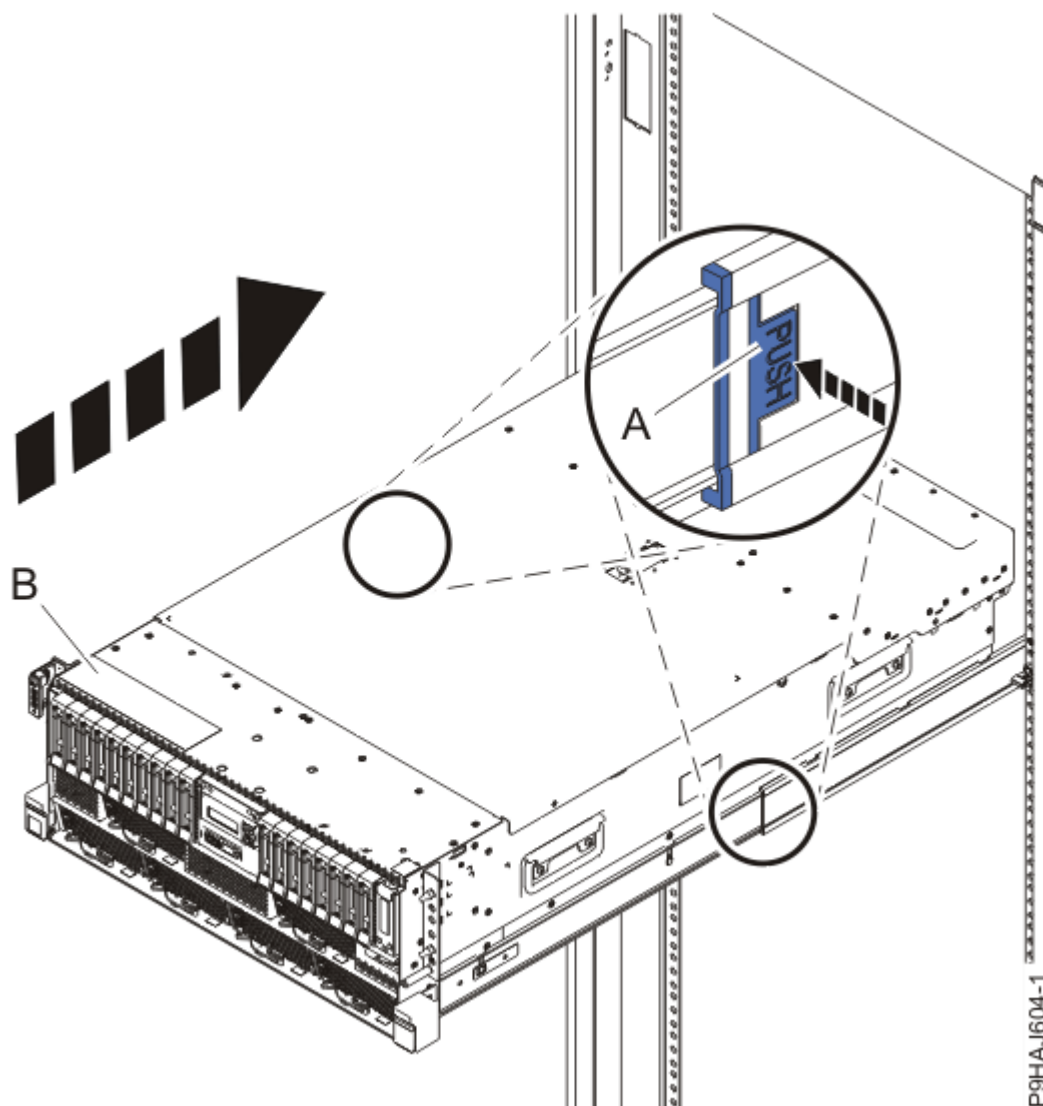

Figura 56. Colocar o sistema na posição de funcionamento
3. Para um sistema montado em bastidor, destranque os trincos de segurança da calha azuis (**A**) conforme apresentado em Figura 56 na página 70 ao os empurrar para dentro.